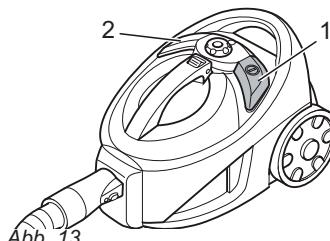

Abb. 13
- Schalten Sie den Bodenstaubsauger am Ein-/Ausschalter (Abb. 13/1) aus und ziehen Sie den Stecker aus der Steckdose.
- Drücken Sie die Kabelaufrolltaste (Abb. 13/2), um das Stromkabel einzuziehen.